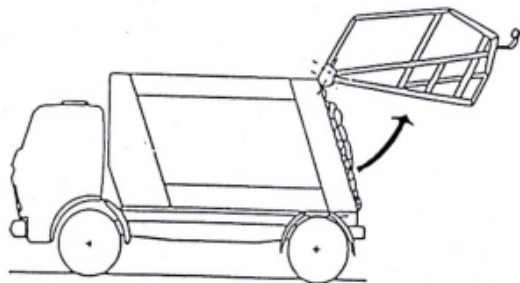

Рис. 23
6.5.3. Нажать на кнопку подъема заднего борта 1 (рис. 11), поднять задний борт. С пульта управления автоматическим прессованием нажимаем кнопку 1 (рис.12) для выгрузки остатков мусора из загрузочной ванны. (рис.23).